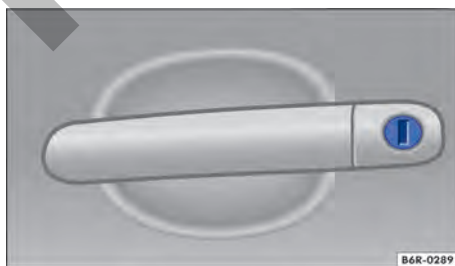

Fig. 49 Manilla de la puerta del conductor con bombín de cierre.
- Introducir la varilla de la llave en el bombín de cierre y destrabar o trabar el vehículo → fig. 49.